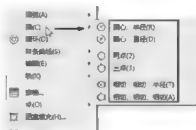

图 3-21
**提示:** 绘制圆时, 在菜单栏中选择  →  命令, 弹出二级子菜单, 在二级子菜单中显示绘制圆的不同参数条件的画法, 如图 3-21 所示。将光标移到需要的命令上单击